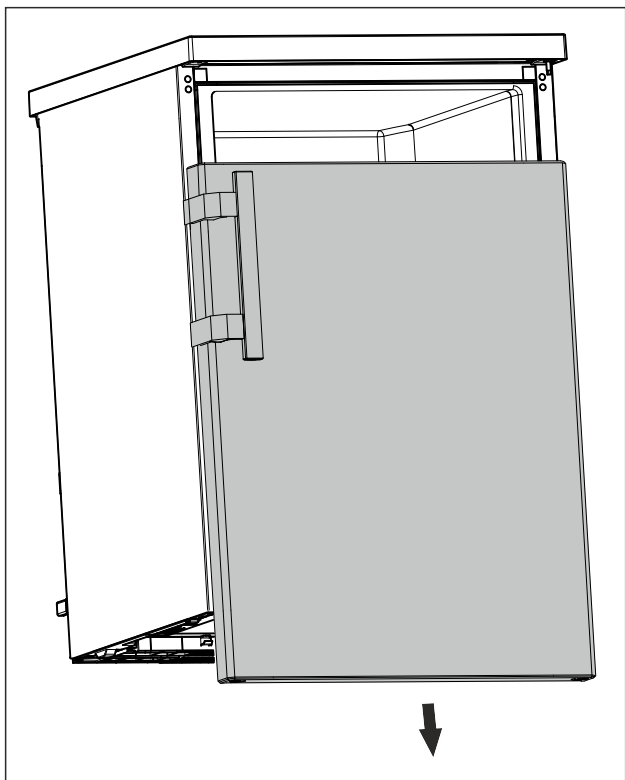

Fig. 8
- ▶ Снимите дверь движением вниз. (см. Fig. 8)